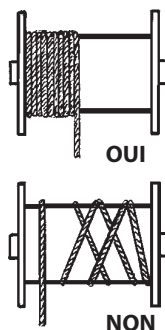

Fig. 3
- Pendant l'utilisation du treuil, vérifiez constamment le déroulement du câble sur le tambour, tour contre tour, sans deserrage or chevauchement.. Si ça n'arrive pas, dérouler le cable et rebobiner correctement en tenant le cable toujours en tension, (Fig.3).